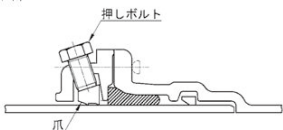

図5 G-Linkの構造
※図5に示す通りG-Linkには2種類あるが、施工性、耐震性に違いは無く、いずれも使用可能である。本接合要領書の説明では、図はすべてタイプ①を例として掲載した。